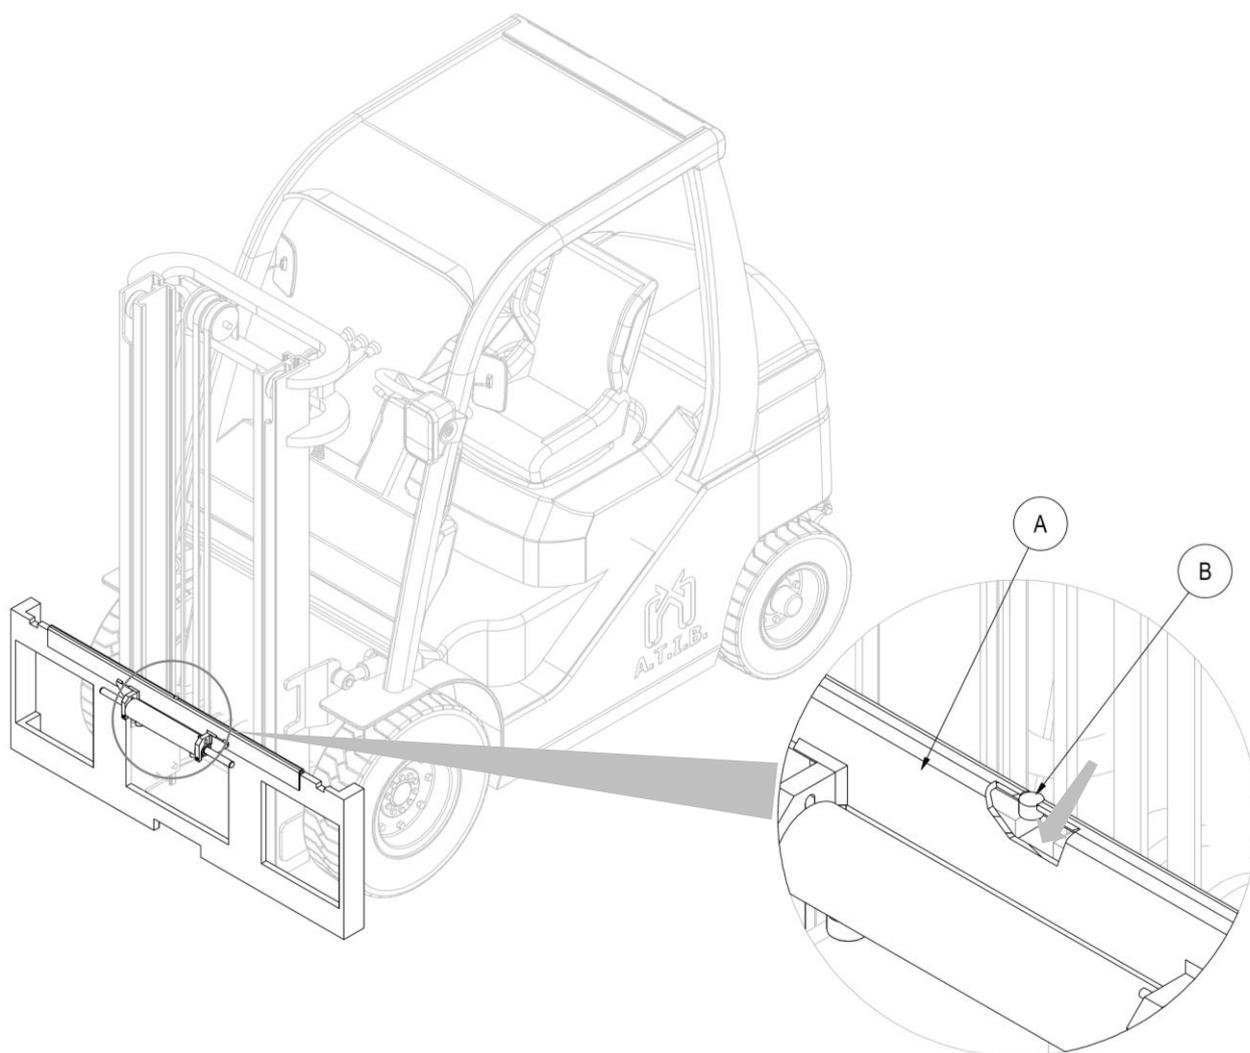

Figura 3
4. Tomar manualmente el doble gancho **A** (con el correspondiente cilindro) y posicionarlo sobre el perfil superior de la placa porta horquillas, cuidando de encajar el pivote de centrado **B** en la muesca central del mismo. (mira *Figura 3*).